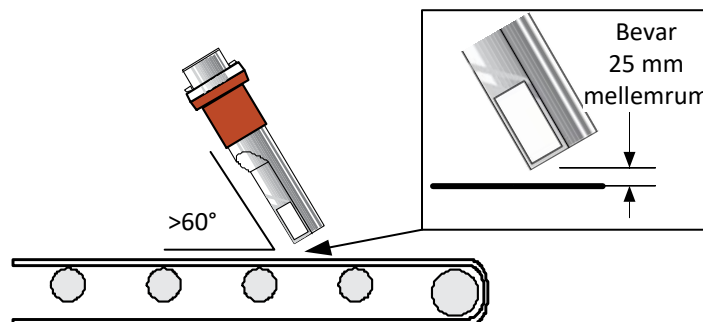

Fig. 10: Hydro-Probe monteret i 45° vinkel for at mindske materialeophobning
- Hydro-Probe huset kan installeres i en 60–90°-vinkel på transportørbåndet for at mindske materialeophobning. Det er vigtigt at bevare 45°-vinklen i forhold til materialeflowet og mellemrummet på 25 mm mellem sensor og transportørbånd (se Fig. 10).